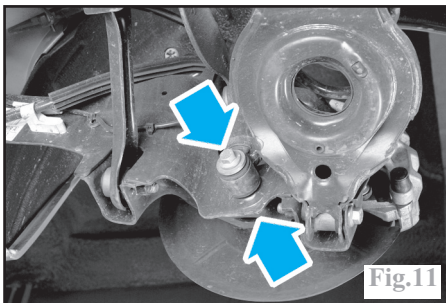

Fig.11
-la fixation inférieure de l'amortisseur arrière (Fig.11).
Déposer le boulon de fixation inférieure de l'amortisseur (Fig.11).